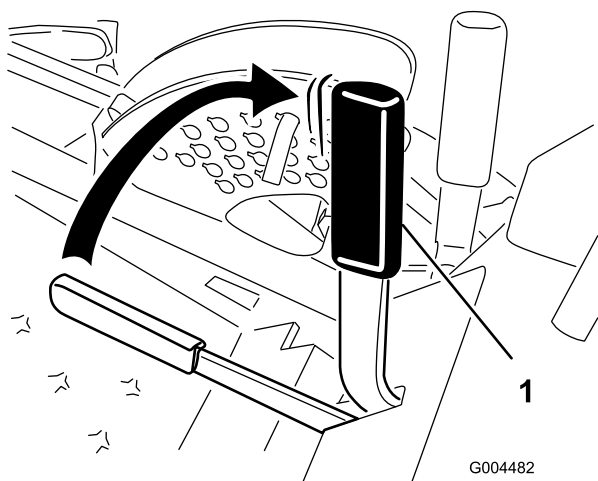

図 14
2. 駐車ブレーキ (図 14) を後ろに引き上げて、駐車ブレーキを掛ける。駐車ブレーキ・レバーが確実に固定されたのを確認する。
ブレーキ・レバーを前に倒して解除する（図 14）。